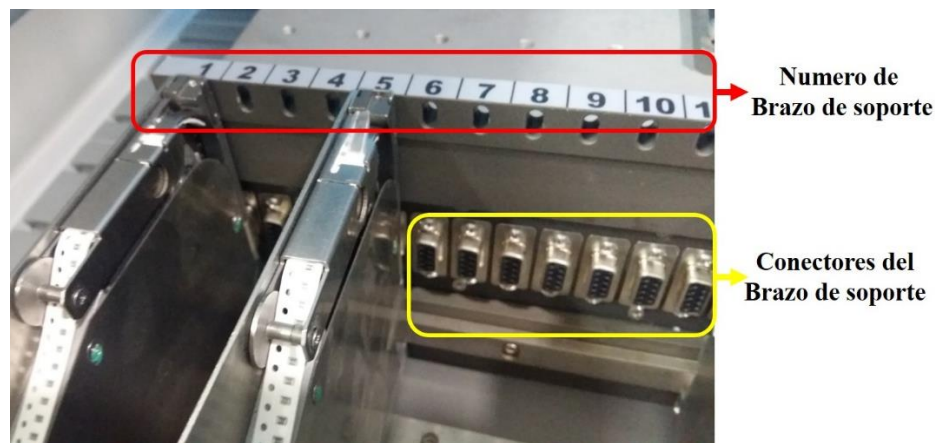

Figura 30. Brazo de soporte ubicado en la máquina Pick and Place.
- i. Asegúrese que el brazo de soporte quedo ajustado como se visualiza en la figura 30.